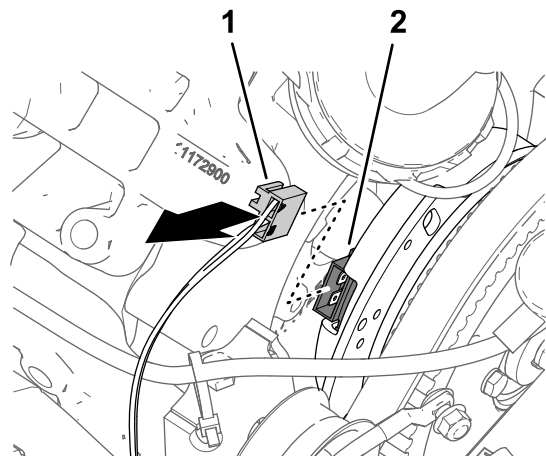

Bild 166
1. Schließen Sie den 2-Buchsen-Stecker des Maschinenkabelbaums, der mit SPRY PUMP COIL beschriftet ist, vom 2-Stift-Stecker der Lichtmaschine ab (Bild 166).